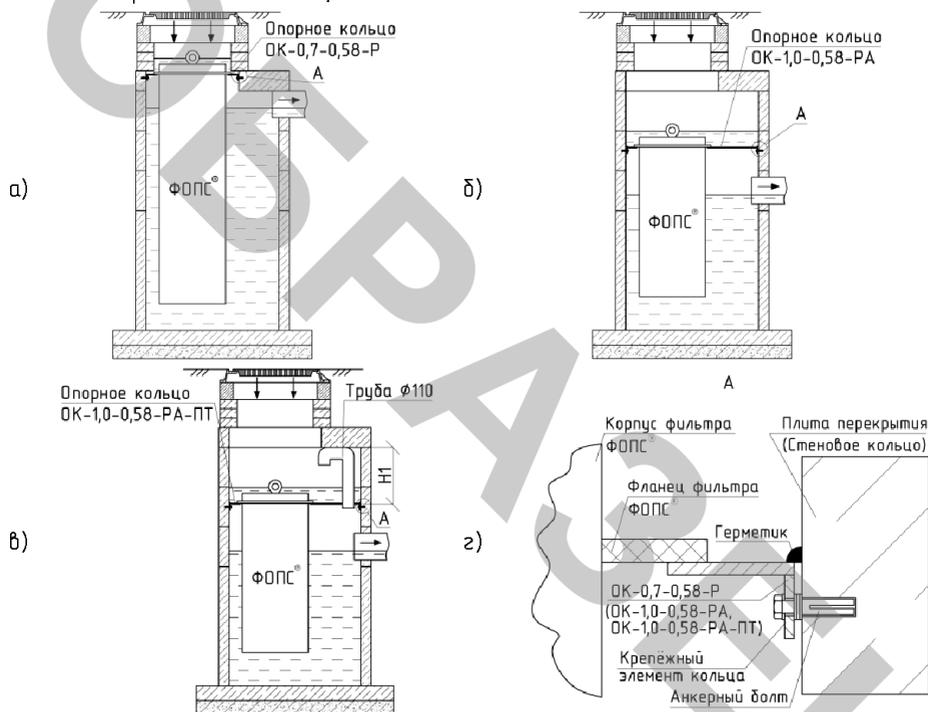

Рис. 4. Схемы установки разборных опорных колец:
6.5. Монтаж разборных опорных колец ОК-0,7-0,58-Р по схеме на рис. 4 (а) производить следующим образом:
6.5.9. Залить герметиком зазор между кромкой опорного кольца ОК и стенкой горловины плиты перекрытия (см. рис. 4 (з)), а так же щели на стыке двух элементов опорного кольца ОК;
6.6. Монтаж разборных опорных колец ОК-1,0-0,58-РА и ОК-1,0-0,58-РА-ПТ по схемам на рис. 4 (б, в) производить следующим образом:
6.6.6. При монтаже опорного кольца ОК-1,0-0,58-РА-ПТ необходимо произвести установку канализационной трубы D110 мм (рис. 4 (в)) в отверстие с уплотнительной манжетой в опорном кольце ОК, выполнить последовательность действий, аналогичную описанной в п.п. 6.4.5 – 6.4.7 настоящего паспорта и руководства по эксплуатации.